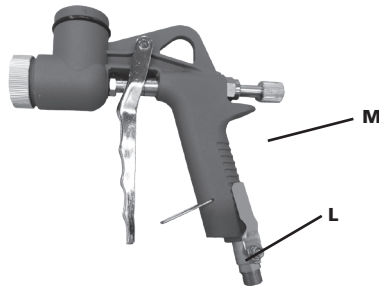

Abb.2
Zum Einstellen des Produktflusses drehen Sie Knopf (M) (Abb.2). Zum Einstellen des Luftstroms drehen Sie Hebel (L) (Abb.2).